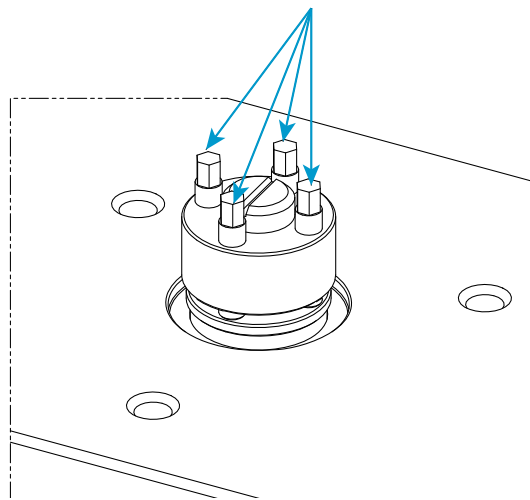

Abbildung 26. Mechanische Spannvorrichtungsbaugruppe
11. Ziehen Sie die vier Stellschrauben (siehe Abbildung 26) am mechanischen Spanngerät mit dem im mechanischen Spannsatz mitgelieferten Drehmomentschlüssel (80-9-11) mit dem passenden 5-mm-Inbusschlüssel (67-4-29) mit 14 N-m wie folgt an: